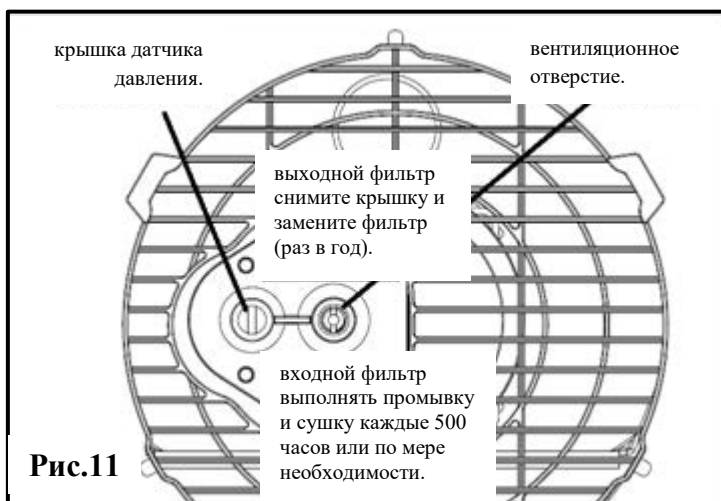

Рис.11
**ХОЛОДНЫЙ ЗАПУСК:** при низких температурах, для упрощения процедуры запуска во время зажигания закройте пальцем вентиляционное отверстие (см. ниже рис.11).
При необходимости, отрегулируйте давление до нужного значения, поворачивая юстировочный винт (вентиляционное отверстие в середине юстировочного винта) по часовой стрелке для увеличения давления и против часовой стрелки для уменьшения давления (рис.11):